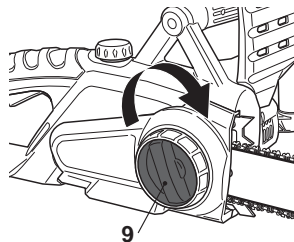

Fig.11
- > Verrouillez le panneau latéral [10] en tournant la molette de verrouillage [9] (Fig.11).